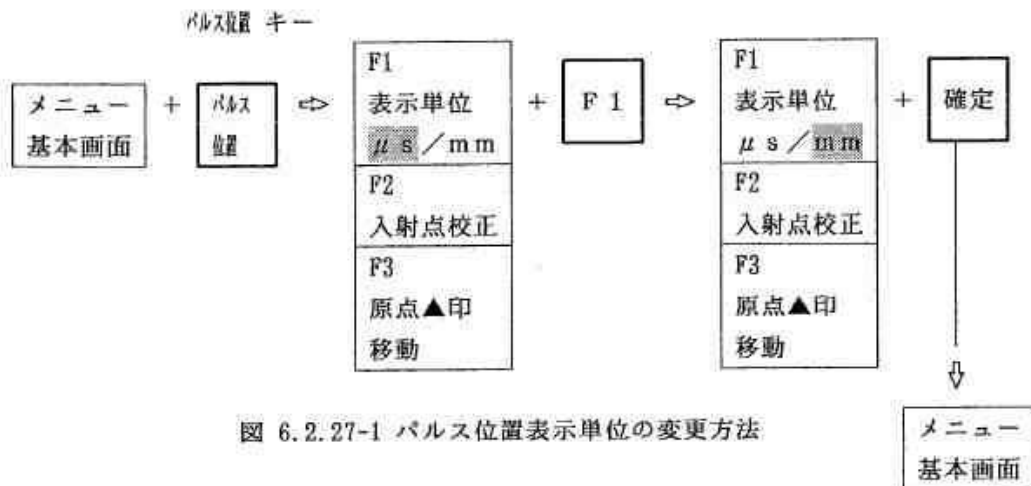

図 6.2.27-1 パルス位置表示単位の変更方法
- ① 機能キー〔パルス位置〕を1回押して図 6.2.27-1 のようにメニューエリアにパルス位置選択メニューを表示させます。
- ② 続いて、選択キー〔F1〕を1回押します。カーソルは〔 μ s〕から〔mm〕に移動します。
- ③ もし、パルス位置を〔mm〕単位で表示したい場合は選択キー〔F1〕又は取消キーを1回押して下さい。
- ④ この後、確定キーを押して下さい。メニューエリアにメニュー基本画面が戻ります。